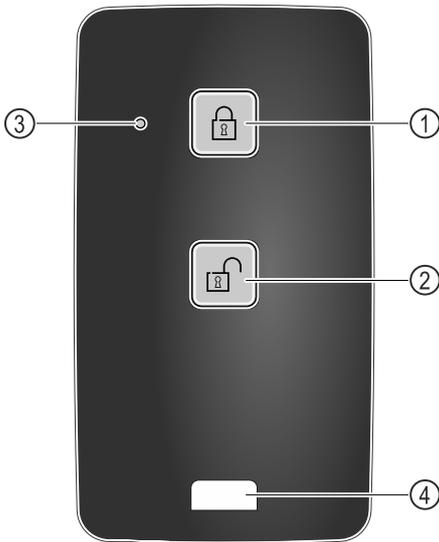

Fig. 249
- (1) Verrouiller la serrure (3) LED d'état
(2) Déverrouiller la serrure (4) Cœillet de fixation
- ▶ Appuyer sur la touche Fig. 249 (1) de la télécommande.
- ▶ Appuyer sur la touche Fig. 249 (2) de la télécommande.
- ▶ La LED d'état Fig. 249 (3) émet un signal visuel lorsqu'on appuie sur une touche.
- ▶ Cœillet Fig. 249 (4) pour attacher la télécommande, par exemple à un trousseau de clés.